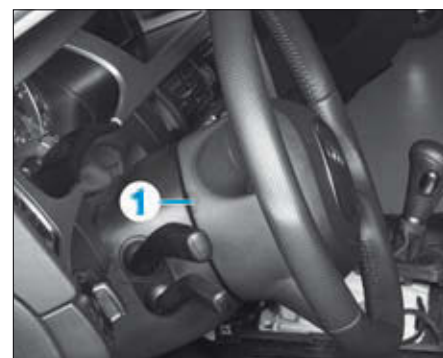

FIG. 1
- Tourner le volant pour que l'un des caches (1) des vis de fixation soit orienté vers le haut (Fig.1).